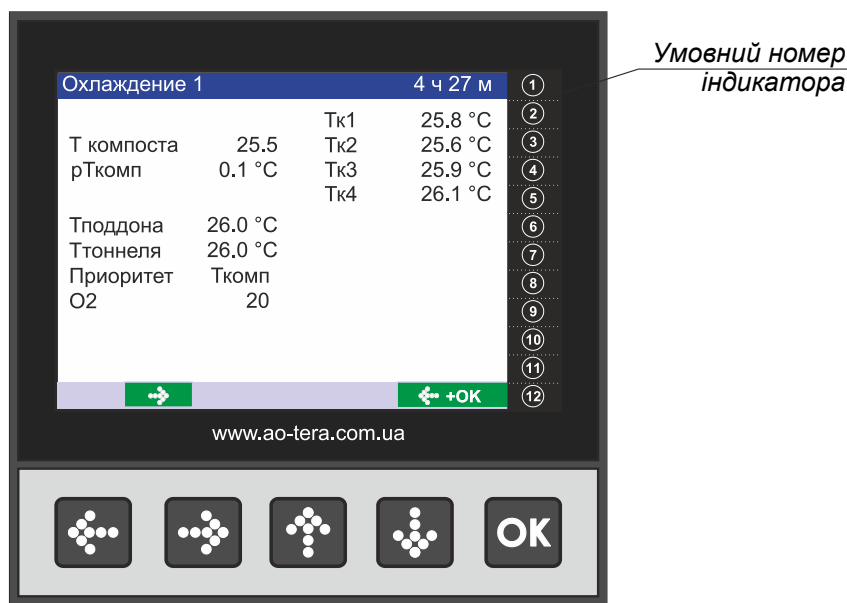

Рис. 3.2 – Передня панель приладу
3.2.3 На лицевій стороні панелі оператора (рисунок 3.2) розташований графічний TFT-індикатор, що служить для відображення символічно-цифрової та графічної інформації, а також п'ять кнопок керування.